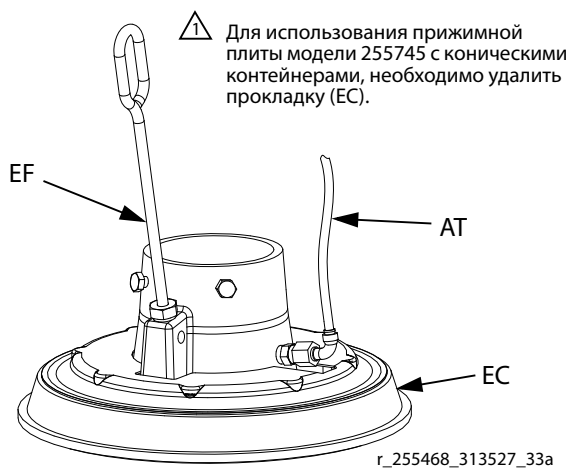

Рис. 15
См. Рис. 15. Если прижимная плиты не выходит из емкости с легкостью при подъеме насоса, это означает, что засорена трубка пневморазгрузки (F) или обратный клапан. При засорении клапана воздух не проходит под нижнюю часть прижимной плиты для ее поднятия.
3. Очистите трубку вспомогательной подачи воздуха (AT) в прижимной плите. Очистите все детали клапана и снова соберите его.
4. Извлеките сливную пробку (EF) из прижимной плиты. Протолкните сливную пробку через сливные отверстия, чтобы удалить остаток материала.